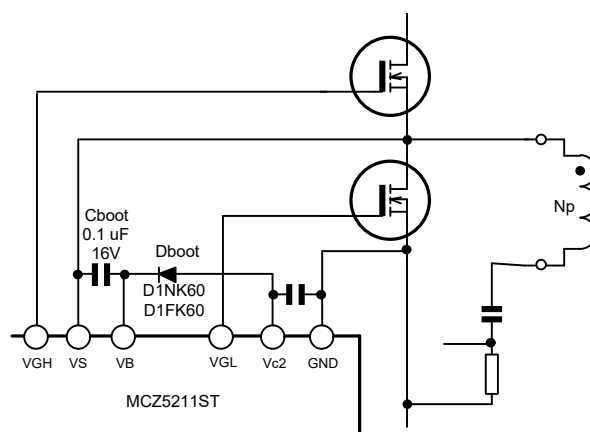

図 24 . Boot Strap ハイサイド Vcc 生成回路
ハイサイド MOSFET 駆動用フローティング電源 (VB) は、図 24 に示すように Vc2 端子の 12.5V レギュレータ出力コンデンサを電圧源として高圧側へ向かうダイオード Dboot とフローティング平滑コンデンサ Cboot によるブートストラップ回路により生成されます。